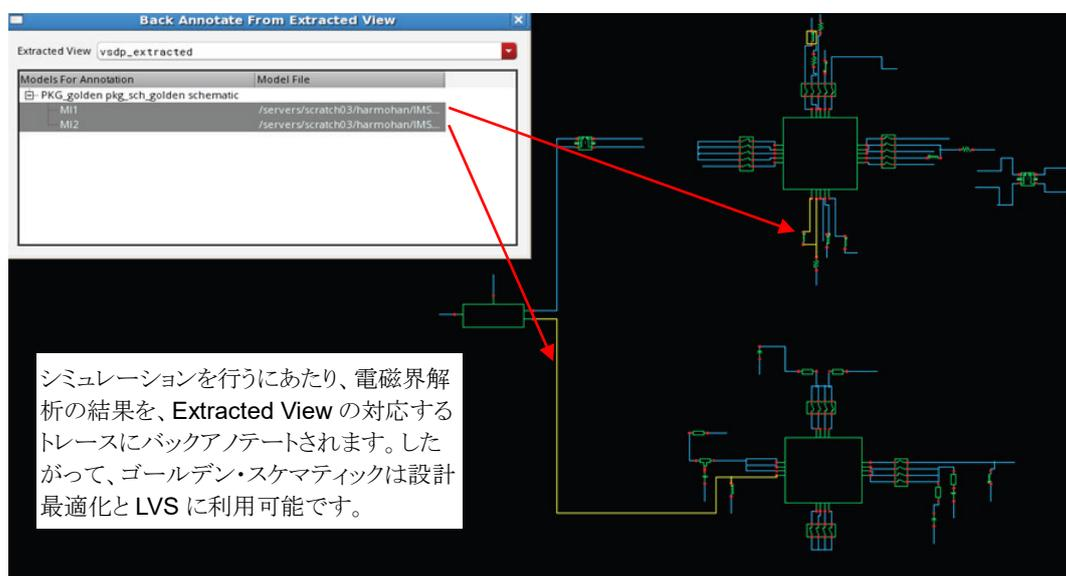

図 6: 電磁界解析の結果をゴールデン・スキーマティックにバックアノテーション
- Hierarchy Editor では、ビューを組み合わせたリ、比較することで、簡単かつ迅速に回路設計への影響を検証することが可能です。この機能を図 6 に示します。ここで、回路図中の 2 つの黄色い配線には、「Back Annotate from Extracted View」ウィンドウで選択した、M1 と M2 の電磁界解析の結果が割り当てられていることを示しています。